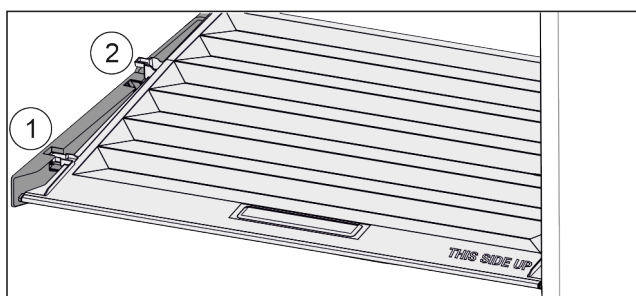

Fig. 75
- ▶ Vytáhněte víko dopředu až k otvoru v přídržných dílech Fig. 75 (1).
- ▶ Vzadu zesponu nadzvedněte a vyjměte směrem nahoru Fig. 75 (2).